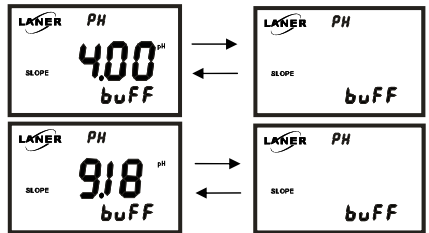

图 7-2
4、数值稳定后按下 CAL 键，仪表将有 4.00 或 4.01(仪表自动识别缓冲液，若缓冲液是碱性则显示 9.18 或 10.00)数值跳闪，且屏幕左侧有 SLOPE 显示，仪表显示如图 7-2 所示：